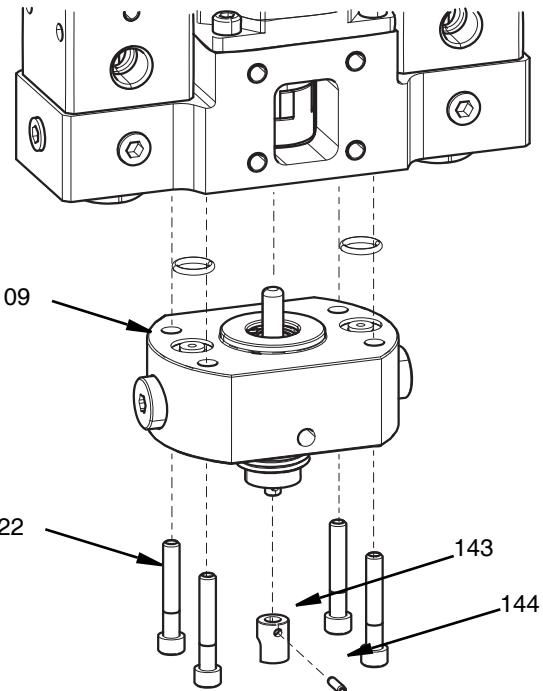
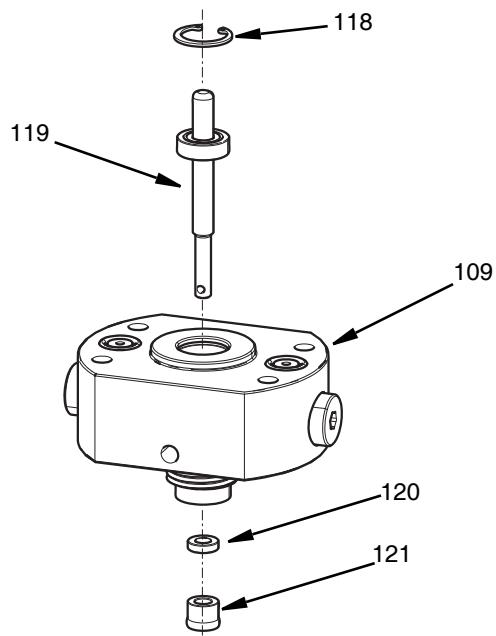

图 32
图 33
4. 使用 4 毫米内六角扳手卸下四个螺丝 (17)。
5. 卸下止回阀喷嘴 (109) 和 O 形圈 (108)。
6. 从轴承轴组件 (119) 的末端将销 (144) 从混合器转接头 (143) 中按出。
7. 拆下混合器转接头 (143)。参见图 32。
8. 卸下将轴承轴组件固定到位的固定环 (118)。
9. 从止回阀喷嘴 (109) 中拉出轴承轴组件 (119)。
10. 使用 6 毫米 (1/4 英寸) 销将旋转密封 (121) 和支撑环 (120) 从止回阀喷嘴中推出，参见图图 33。
1. 将轴承轴组件 (119) 安装到喷嘴部分 (109) 中。
3. 将以轴承轴组件为中心的备用密封圈 (120) 插入止回阀喷嘴。
7. 装回止回阀喷嘴顶部的两个 O 形圈 (108)。
9. 用 2.5 毫米内六角扳手拧紧旋转联接装置 (127) 上的夹紧螺丝，将其锁定在轴承轴组件上。
10. 用与客户提供的安装夹具相反的四颗 M6-1.0 x 10 螺丝安装联接装置盖。用 50 英尺·磅 (13 牛·米) 的扭力拧紧。有关组件的信息，请参见图 32 和图 33。
- 要维护、拆卸和维修轴承轴，请按照从第 40 页开始的旋转密封维修拆卸部分中的步骤 1 至 8 进行操作。图 15, 第 17 页, 图 32 和图 33, 第 40 页。
- 要在维修后安装轴承轴，请按照从第 40 页开始的旋转密封维修转配部分中的步骤 1 至 8 进行操作。参考图 15 第 17 页, 图 32 和图 33 第 40 页。
2. 从混合器转接头 (143) 中将销 (144) 按下。
3. 拆下混合器转接头 (143)。参见图 32, 第 40 页。
1. 使用新零件, 将混合器转接头 (143) 安装到混合器轴 (119) 上。
3. 将销 (144) 压入孔中。
4. 确保将销完全按下, 并且不从混合器转接头的任何一侧伸出。参见图 32, 第 40 页。